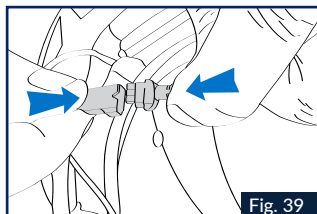

Fig. 39
10. Effectuer le branchement de batterie (connecteur noir 3 branches), et le clavier suivant la Fig.39